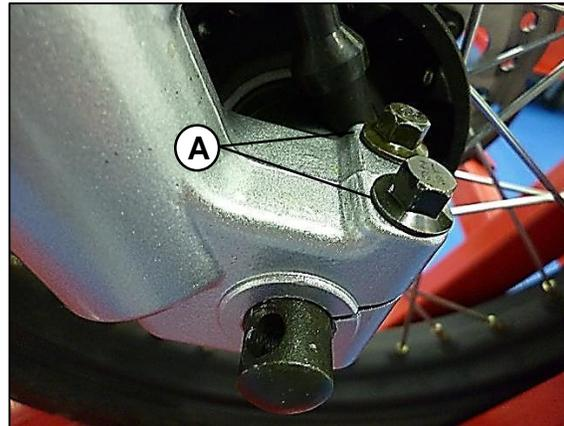

Fig. 03
Desajuste los tornillos (A) que sirven como prisioneros del eje. Fig. 03